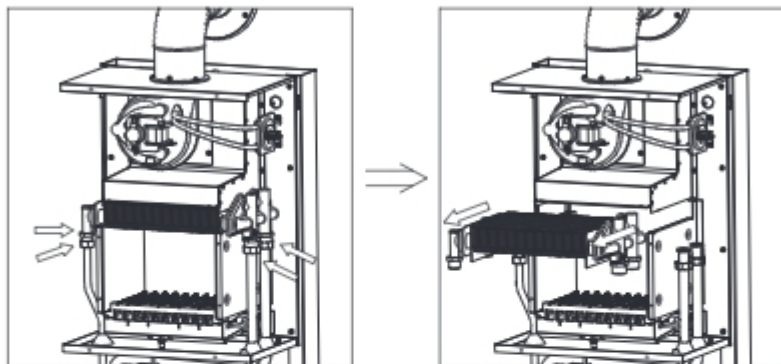

Рис.12
- 3)Используйте гаечные ключи с указанием 26мм 30мм, чтобы освободить гайки на входе / выходе медной трубы, которые, соединяющие теплообменник; вынуть основной теплообменник, нажав наружу (как рис.12)